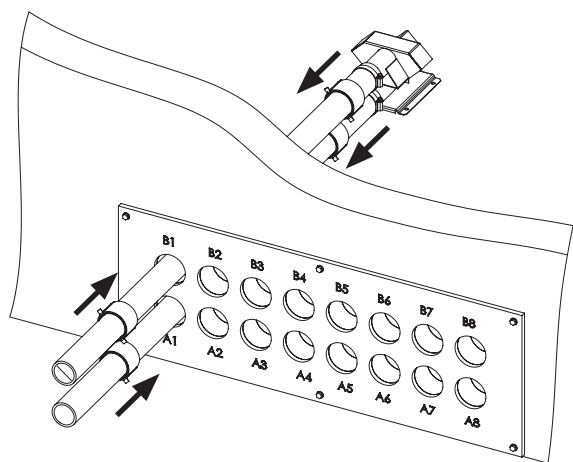
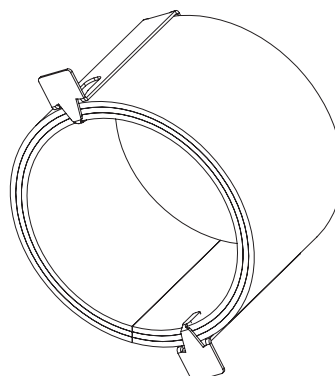

Fig. 42 Insertion des manchettes coupe-feu
Fig. 43 Manchette coupe-feu
- ▶ Enfiler la manchette coupe-feu sur le tuyau et l'insérer dans la cloison coupe-feu. Sur chaque tuyau, une manchette coupe-feu à l'intérieur et une à l'extérieur doivent être montées – Fig. 42, Fig. 43.